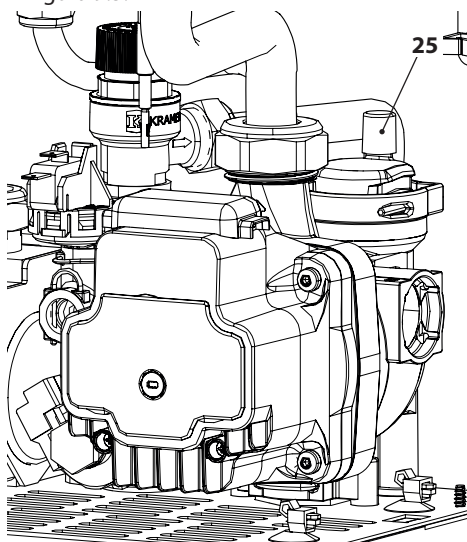

Figura 9.5
- Per facilitare lo svuotamento, allentare il tappo della valvola di sfato automatica 25 in Figura 9.5.